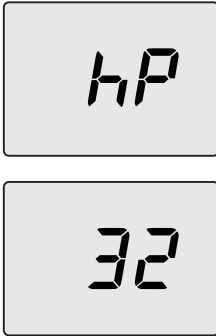

Figura 9.12
- Pulsando el botón 14 se puede modificar la potencia en modalidad deshollinador: el display LCD muestra las letras **hP** que se alternan con el valor de temperatura mínima del agua de calefacción (ej.32), indicando que se ha entrado en la activación de la "función deshollinador" a la potencia mínima en calefacción (Figura 9.12).